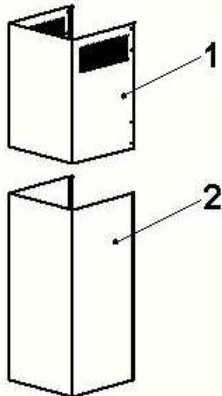

Abb. 1
Der Kaminschacht besteht aus 2 Teilen, einem Außenteil (Grundschaft) (2), und dem Schachtoberteil (Teleskopteil) (1). (Abb.1)